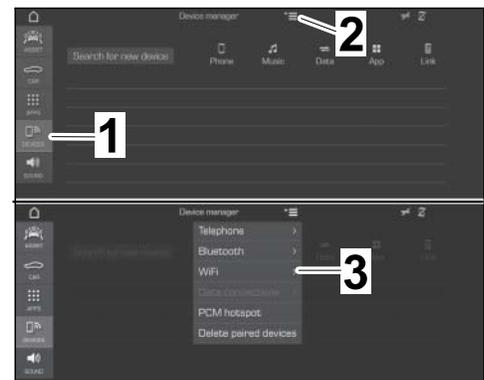

Figure 13
- DEVICES ⇒ Options for each menu item ⇒ WiFi (⇒ Figure 13)